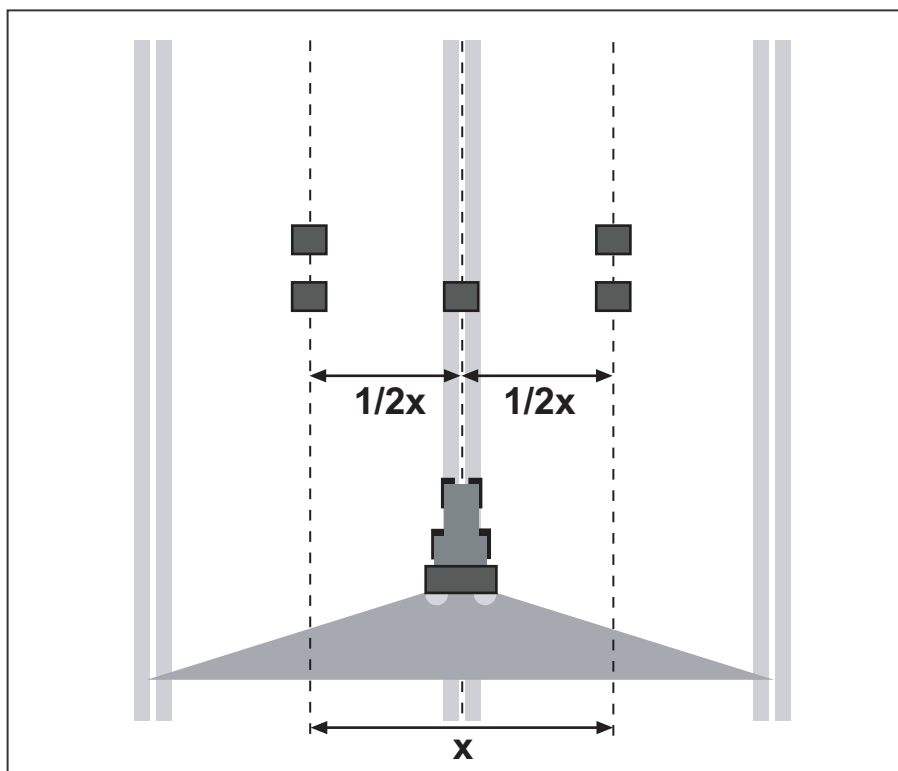

図 7.27: 1回走行の配置
- 図のように2つのトレーをオーバーラップゾーン（行路の間）に一行に置き（1 m 間隔）、1つを進路に配置します（図 7.27 を参照）。